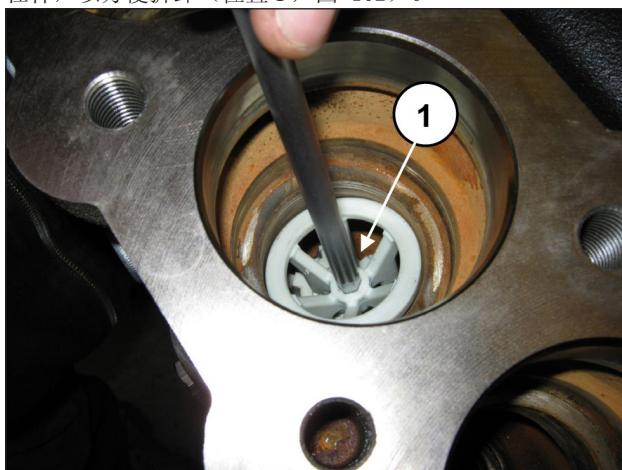

图 102
取出阀导承定距块, 可将一个8毫米内六角扳手插入阀座作杠杆, 以方便拆卸(位置①, 图 102)。